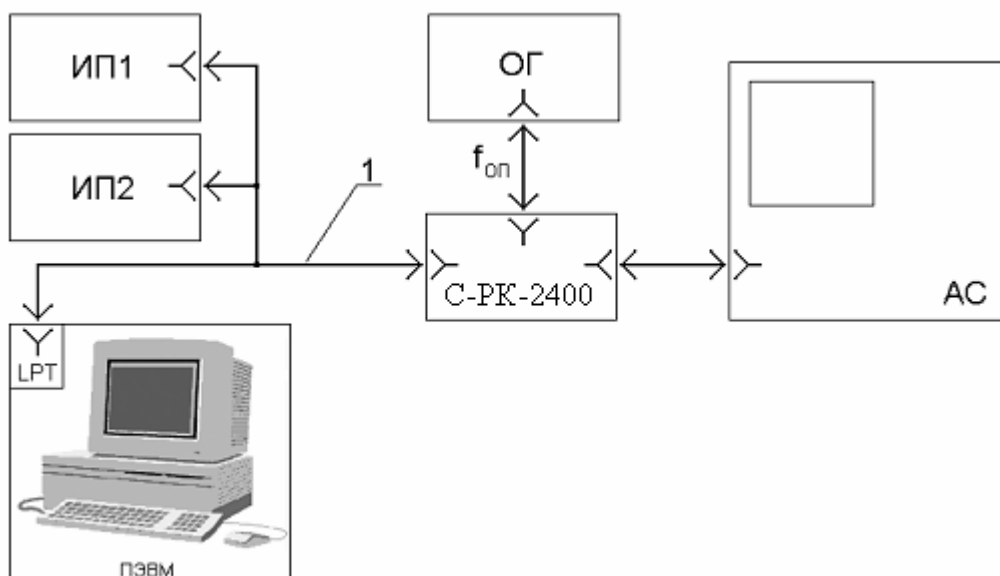

Рис. 3.1. Блок-схема измерительного стенда для измерения основных технических параметров и характеристик синтезатора.
3.3 Проверка по п.п. 3 –10 таблицы 2.1 проводится на измерительном стенде представленном на рис.3.1.